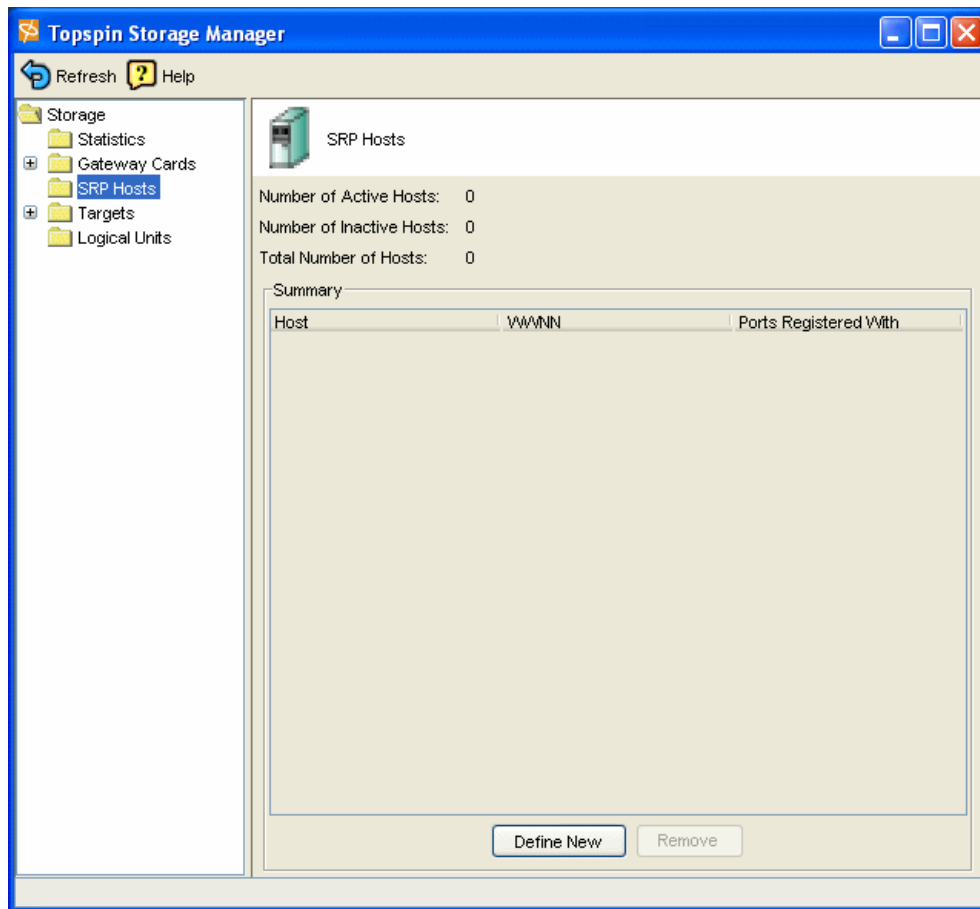

図 7-45 Topspin Storage Manager
6. 図 7-45 のようなウィンドウが開きます。「Define New」をクリックします。